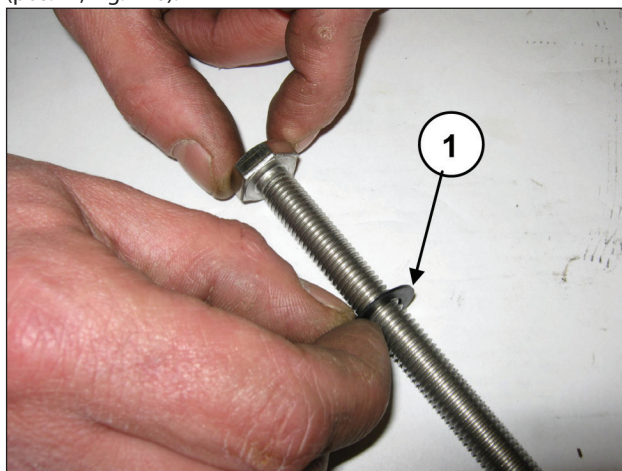

Fig. 146
Insira a arruela  $\varnothing 10 \times 18 \times 0,9$  no parafuso de fixação do pistão (pos. ①, Fig. 146).